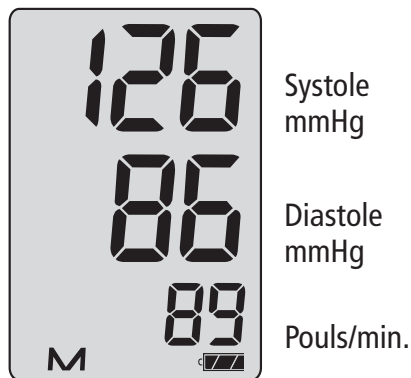

Figure 10
- ➔ Pour rappeler le dernier message enregistré pressez la touche «M». La date et l'heure de cette mesure s'affichent et après 3 secondes, la valeur de la mesure en cours vient automatiquement (Systole, Diastole, Pouls) (voir figure 10).